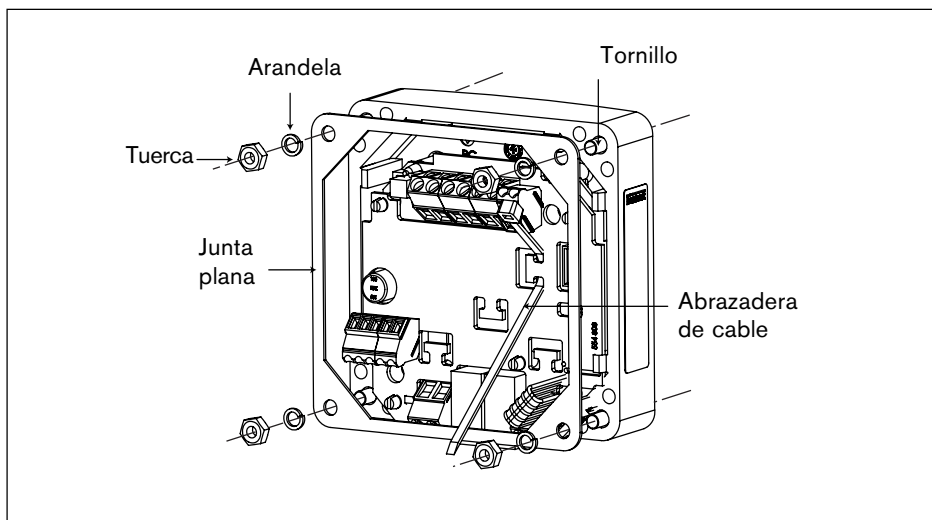

Fig. 3.3 Instalación de la versión de montaje en panel del modelo 8025
3.2.2 Versión de montaje en panel (fig. 3.3)